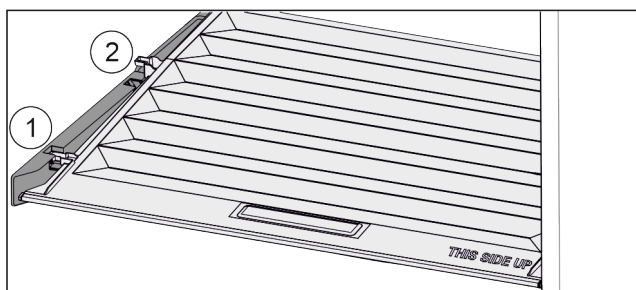

Fig. 45
- ▶ Tirer le couvercle vers l'avant jusqu'à l'orifice des pièces de retenue Fig. 45 (1).
- ▶ Le soulever par le bas à l'arrière et le sortir par le haut Fig. 45 (2).